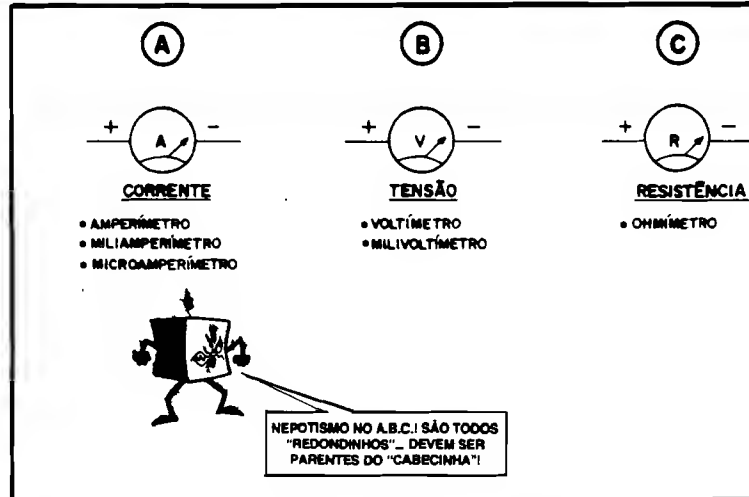

Fig. 4
- FIG. 4 - Depois de devidamente "transformados", para permitirem a medição das "outras" grandezas elétricas, os símbolos adotados pelos galvanômetros (agora "especializados"...), podem receber indicações claras quanto às suas funções: em 4-A temos o símbolo para um "correntímetro", ou seja, um medidor capaz de nos indicar a quantidade de Ampéres, Milliampéres ou Microampéres. Em 4-B temos o símbolo genérico para um voltímetro, ou seja, um galvanômetro adaptado para "ler" Volts ou Milivolts. Finalmente, em 4-C vemos a simbologia genérica para um galvanômetro adaptado para ohmímetro, ou seja: para medir Resistência!